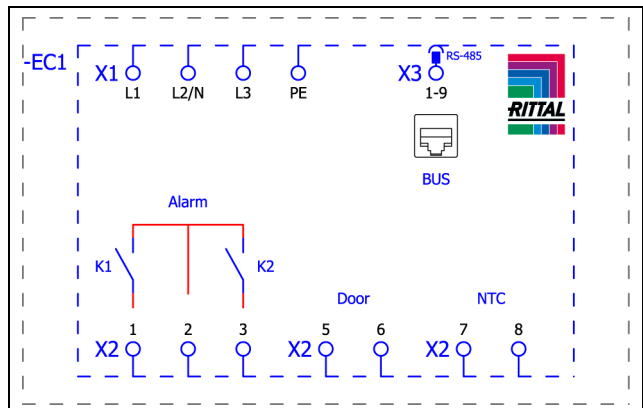
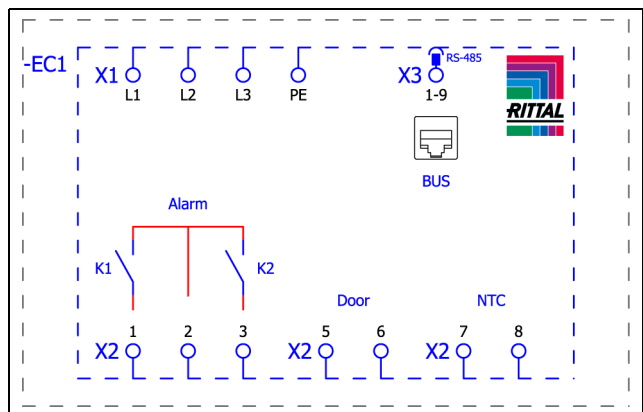

Fig. 17: Schema elettrico per SK 3186x3x, SK 3187x3x e SK 3185x3x
Fig. 18: Schema elettrico per SK 3188x4x e SK 3189x4x
- Prendere il connettore di rete fornito in dotazione e realizzare il collegamento in base al relativo schema elettrico (Fig. 17 oppure Fig. 18).